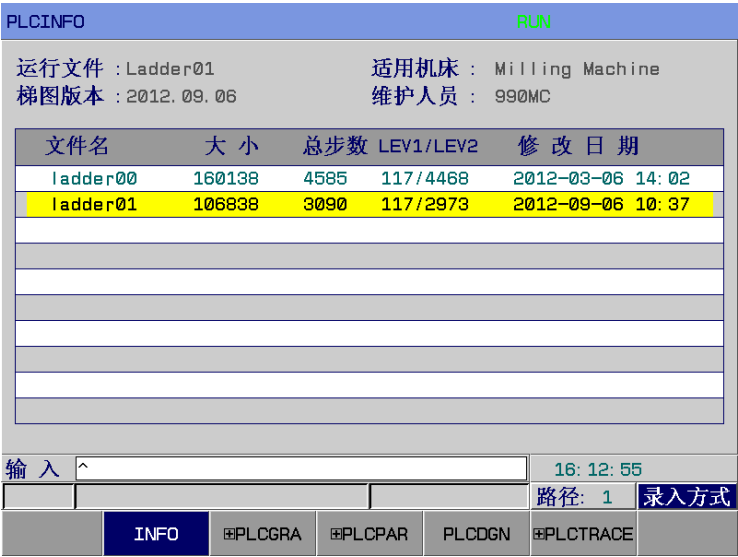

图 1-2-1-1
1、按面板上的<程控>键进入程控页面，按【INFO】软键进入 INFO 界面，如图 1-2-1-1 所示，也可通过定义位参数 N0：26#6=1，设置在 PLC 界面下，再次按下<程控>键，切换画面，进入 INFO 界面。界面给出了本系统的版本号、修改日期等相关信息。